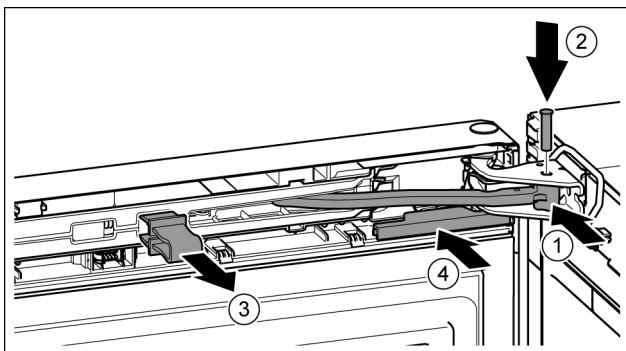

Fig. 22
- ▶ Gire la articulación en el soporte de cojinete. Fig. 22 (1)
- ▶ Introduzca el perno en el soporte de cojinete y la articulación. Preste atención a que el saliente de retención descansa correctamente en la ranura. Fig. 22 (2)
- ▶ Retire el seguro. Fig. 22 (3)
- ▶ Desplace la cubierta. Fig. 22 (4)